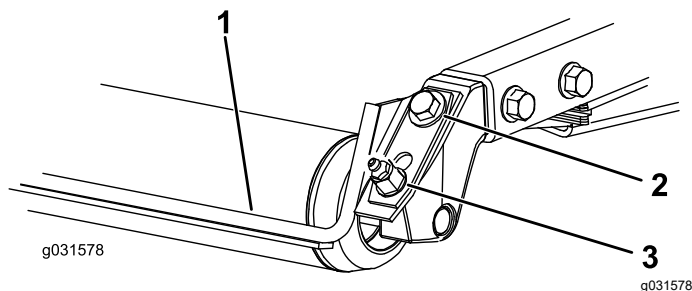

Рисунок 10
- Ослабьте пресс-масленку и крепежный винт (Рисунок 10).